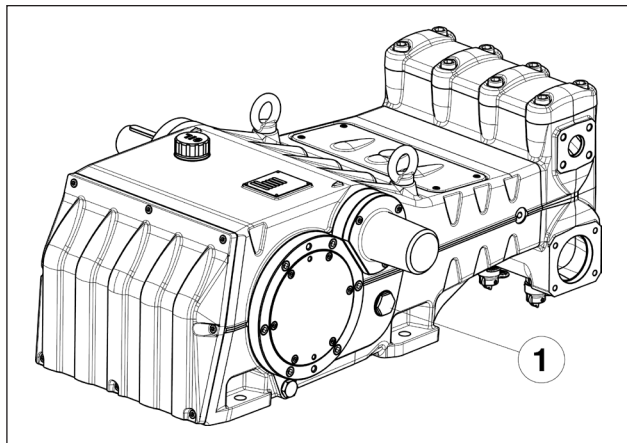

Fig. 8
5. O óleo no cárter da bomba esteja no nível previsto, verificando-o com a vareta de nível adequada, colocados nas laterais do cárter (pos. ①, Fig. 8).